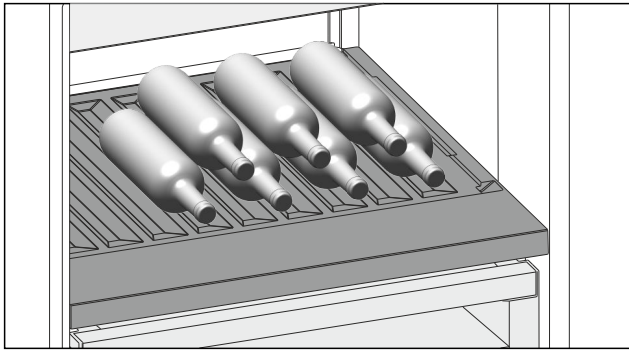

Fig. 99
- Flaschen mit dem Boden nach hinten zur Rückwand einlegen. (siehe Fig. 99)